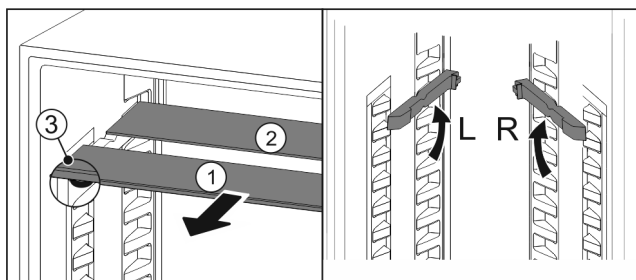

Fig. 22
- ▶ 将玻璃隔板逐个向前拉出 Fig. 22 (1)。
- ▷ 带装饰条的玻璃隔板 Fig. 22 (1)在前。
- ▷ 阻挡装置 Fig. 22 (3)指向下方。